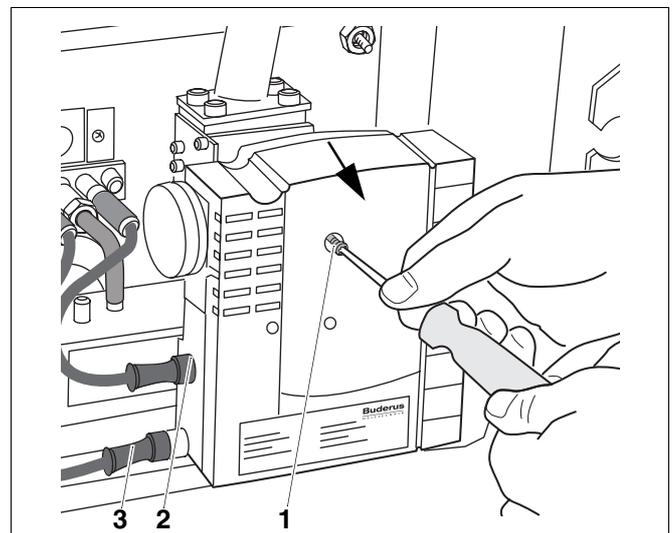

Abb. 36 Befestigungsschraube lösen
- Stecker der Zündung (Abb. 36, **Pos. 3**) und der Ionisationsüberwachung (Abb. 36, **Pos. 2**) am Gasfeuerungsautomaten abziehen.
- Befestigungsschraube (Abb. 36, **Pos. 1**) am Gasfeuerungsautomaten entfernen.
- Gasfeuerungsautomaten von der Gasarmatur nach vorne abziehen (Pfeil, Abb. 36).